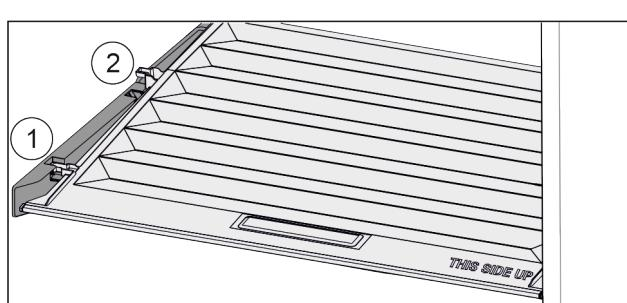

Fig. 39
- Veko potiahnite dopredu až k otvoru v prídržných dieloch Fig. 39 (1).
- Vzadu ho nadvihnite zospodu a zložte smerom nahor Fig. 39 (2).